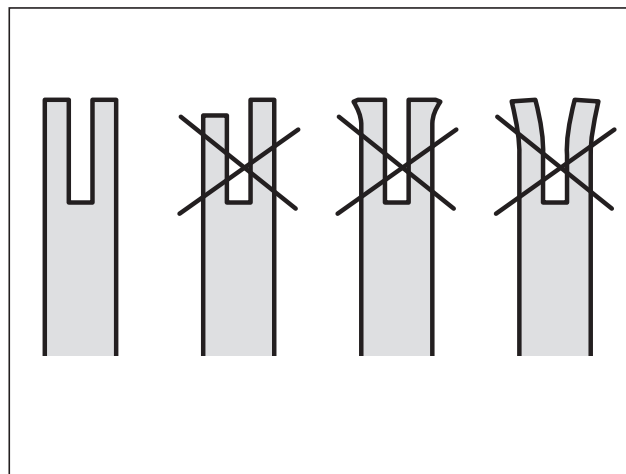

Fig. 32
5. Compruebe el "riel" de la barra guía para ver si está desgastado. Sujete una regla (borde recto) contra un lado de la barra guía y de las "placas laterales del cortador". Si hay un espacio entre la regla y la barra guía, el "riel" de la barra guía es normal. Si no hay espacio (la regla se apoya completamente en el lado de la barra guía), el "riel" de la barra guía está desgastado y debe ser reemplazado con uno nuevo del mismo tipo (Fig. 32).